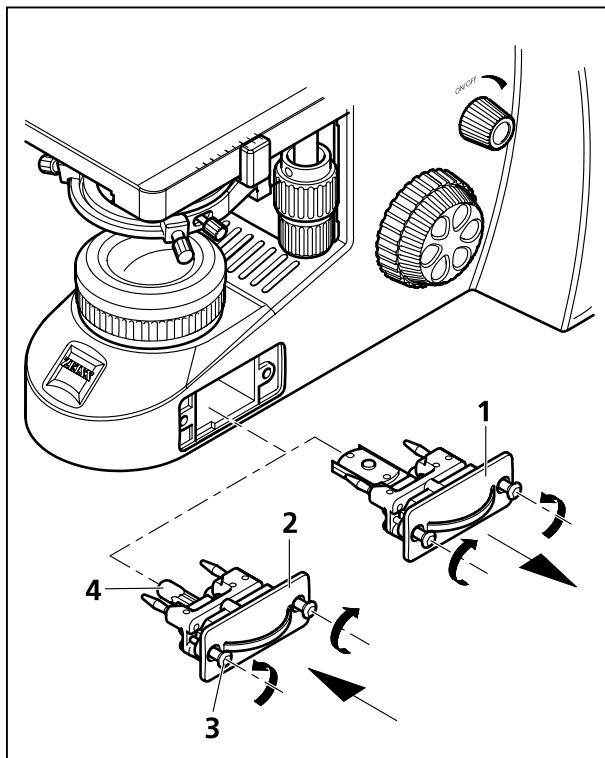

图 28 更换 6 V / 30 W 卤素灯泡或 LED 照明装置
- 松开两个照明模块(图 28/1 或 2) 的锁紧螺丝(图 28/3)。为此，轻推螺钉按压弹簧，并旋转 90°：左边螺钉顺时针、右边螺钉逆时针旋转。
- 从座架中抽出照明模块（图 28/1 或 2）。
- 如果主机装备有 6 V / 30 W 卤素灯泡 (图 28/2)，将旧的卤素灯泡 (图 28/4) 从照明托架中抽出插入新的卤素灯泡。新灯泡切勿用徒手触摸，以免减弱灯泡寿命。
- 如果主机装有 LED 光源装置，则完整更换照明模块及 LED 光源装置 (图 28/1)。
- 将照明托架（图 28/1 或 2）插入座架，用两个螺钉（图 28/3）锁紧。为此，轻推螺钉按压弹簧，并旋转 90°：左边螺钉逆时针，右边螺钉顺时针旋转。